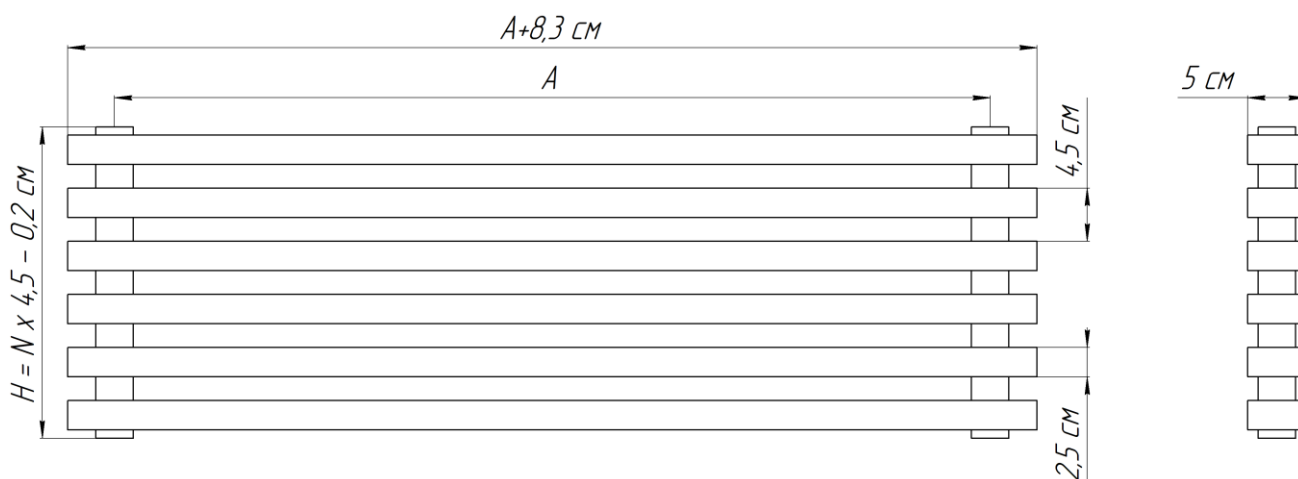

Рис. 1. Радиатор «QUADRUM NEO 50 Н», где: А – межцентровый (монтажный) размер, см; N – количество секций; Н – габаритная высота, см.
2.1. Основные размеры и параметры радиаторов приведены на рис.1 и в Таблице №1.